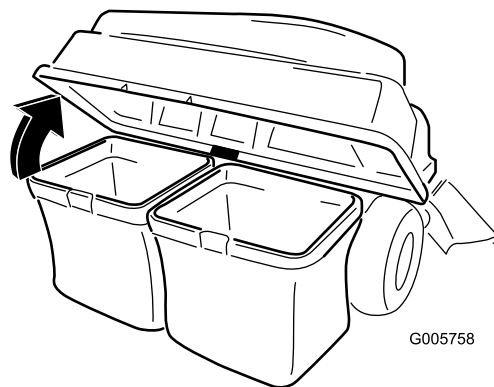

Figura 24
- Abra (levante) la tapa del ensacador (Figura 24).